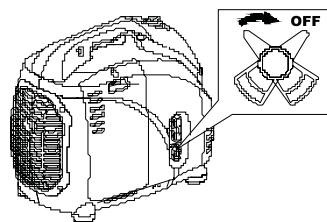

Рис. 23
3. Переведите топливный кран в положение «**OFF**» (Рис. 23).